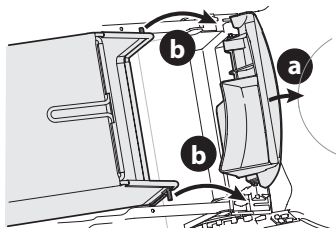

Figure 12
2. Suivez les étapes ci-dessous pour installer le sac à herbe sur la tondeuse. Voir Figure 12.